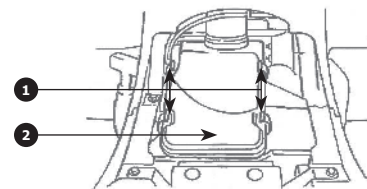

Рис. 72
2. Снимите крышку **2** Рис. 72 корпуса воздушного фильтра, отстегнув защёлки **1**.